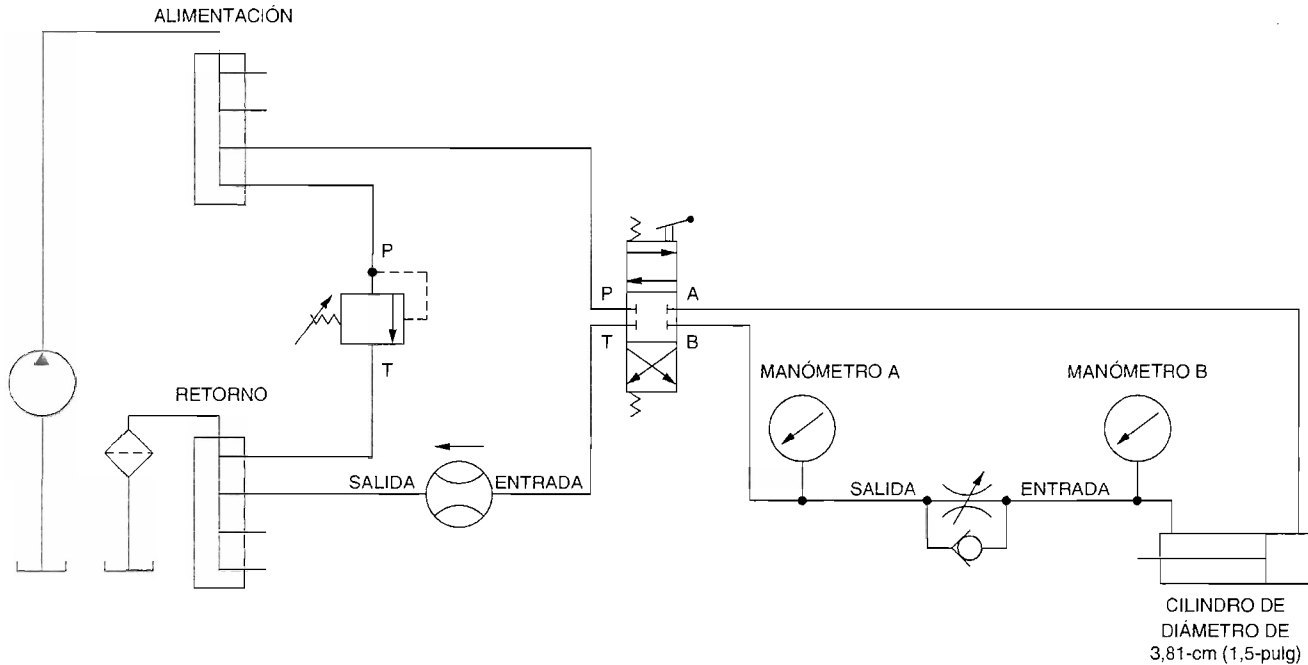

Figura 2-32. Circuito de control de flujo con regulación de salida.
21. Conecte el circuito mostrado en la Figura 2-32. Este circuito mide el flujo de aceite que sale del cilindro.